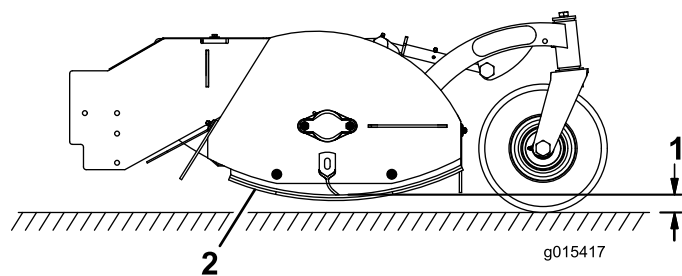

Figura 3
2. Afloje los dos pernos y tuercas que sujetan uno de los patines, y eleve o baje el patín hasta que esté más bajo que las cuchillas, pero sin tocar el suelo (Figura 3).